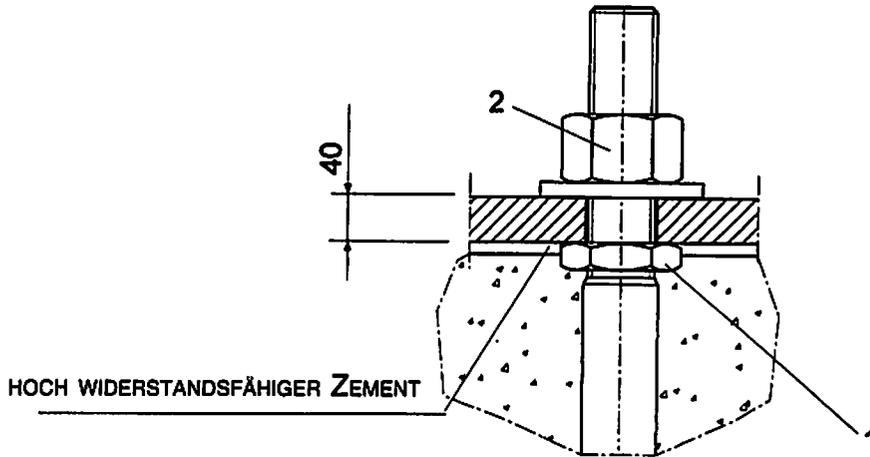

Abb. 2.2.6
Für einen Ausgleich der Ebenheit auf die Schraubenmutterm (1) und (2) der Abbildung 2.2.6 einwirken. Den Beton aufschütten.
Drei Tage nach der Schüttung eine Prüfung vornehmen und nötigenfalls die Lagerplatten mit hoch widerstandsfähigem Zement endgültig nivellieren (Abb. 2.2.6).